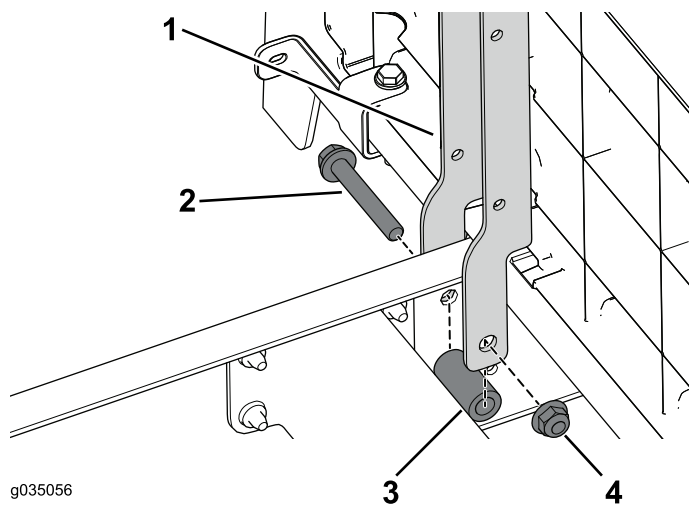

Figura 37
1. Utilize os dois parafusos (3/8 x 2½ pol.), espaçadores e porcas flangeadas para prender os suportes do banco à secção dianteira da máquina (Figura 37).